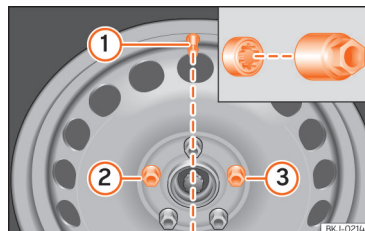

Fig. 191 Troca de roda: válvula do pneu ① e local de montagem do parafuso da roda antirroubo ② ou ③.
Nas rodas com tapacubos integrais, o parafuso de roda antirroubo tem de estar enroscado nas posições »» Fig. 191 ② ou ③, tomando como referência a posição da válvula do pneu ①. Caso contrário, não será possível montar o tapacubos.